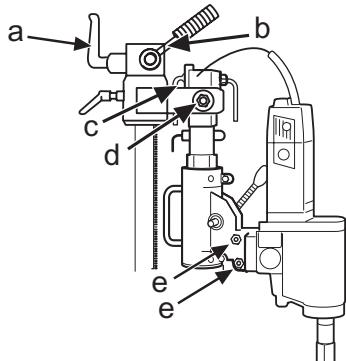
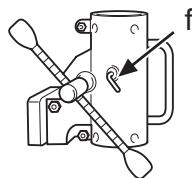

Fig.6
Fig.7
4. Soltar la manija de fijación (d), inclinar la columna de perforación y bajarla (fig. 6).
4. Afrouxar o manípulo de fixação (d) e inclinar e baixar a coluna de perfuração (Fig. 6).
4. Loosen the locking handle (d), angle out and fold down the drill column (Fig. 6).
5. Fijar la caja de alimentación en la columna de perforación con la manija de fijación del lado (f) (fig. 7) de la caja de alimentación.
6. Montar la perforadora en la fijación rápida. Apretar las tuercas cónicas (e) (fig. 6) con una llave de 24 mm.
7. Inclinar la columna de perforación hacia atrás y subirla, fijándola con el mango en L (c) (fig. 6). Para la perforación inclinada, aflojar el mango en L e inclinar la columna de perforación en al ángulo deseado, apretando la tuerca (d) con una llave de 30 mm.
5. Fixar a caixa de alimentação na coluna de perfuração com o manípulo de fixação que se encontra no lado (f) (Fig. 7) da caixa de alimentação.
6. Montar a perfuradora na fixação rápida. Apertar as porcas cónicas (e) (Fig. 6) com a chave de 24 mm.
7. Inclinar novamente e levantar a coluna de perfuração. Fixar com o punho em L (c) (Fig. 6). Para perfuração inclinada, afrouxa-se o punho em L e coloca-se a coluna de perfuração na posição desejada apertando a porca (d) com a chave de 30 mm.
5. Secure the feed housing on the drill column with the locking handle on the side (f) (Fig. 7) on the feed housing.
6. Fit the drilling machine in the quick-action attachment. Tighten the conical nuts (e) (Fig. 6) using a 24 mm spanner.
7. Angle back and fold up the drill column, secure with the L-handle (c) (Fig. 6). When angle drilling loosen the L-handle and the drill column is set at the required angle by tightening the nut (d) using a 30 mm spanner.
- Para cambiar la altura, soltar el bloqueo (a) (fig. 6) del riel de pared, al mismo tiempo que se ajusta la altura con la manija de ajuste de altura (b) (fig. 6).
- Para alterar a altura, solta-se o bloqueio (a) (Fig. 6) do cursor para parede e ajusta-se simultaneamente a altura com o manípulo de ajuste de altura (b) (Fig. 6).
- When changing the height, release the catch (a) (Fig. 6) on the wall rail at the same time as the height is adjusted with the height adjustment handle (b) (Fig.6).
4. Fijar la caja de alimentación en la columna de perforación con la manija de fijación del lado (f) (fig. 7). Montar la perforadora en la fijación rápida de la caja de alimentación y apretar las tuercas de fijación cónicas (e) (fig. 6) con una llave de 24 mm.